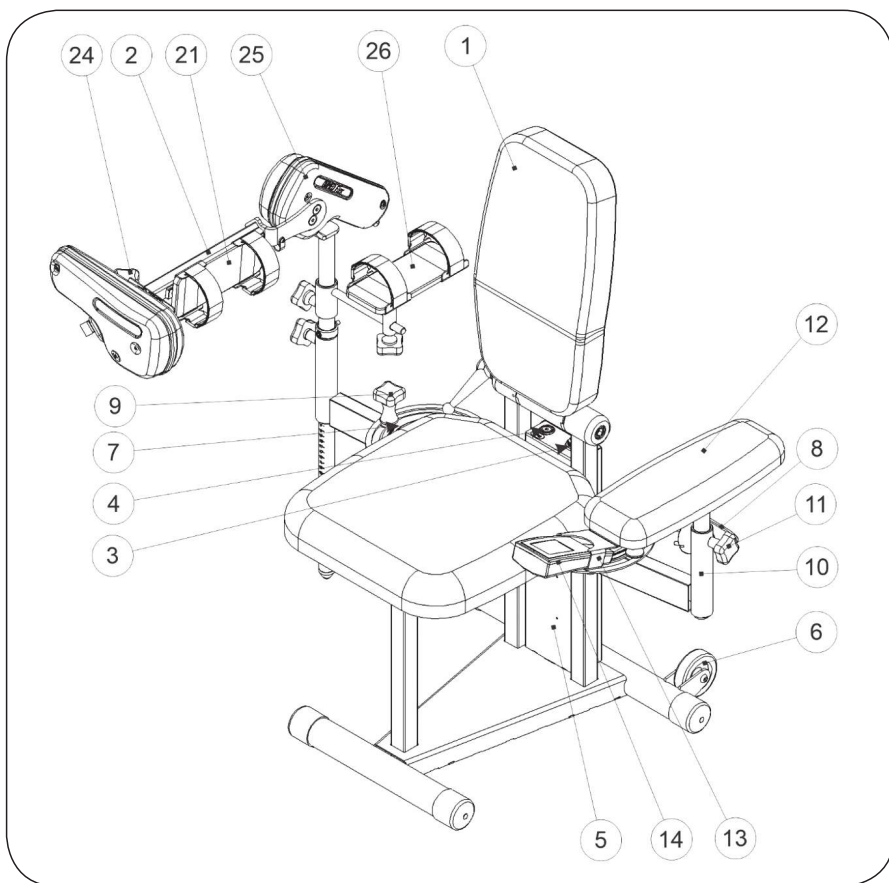

Рисунок 2.1 – Основные функциональные элементы Аппарата
6.2.1. Подключите вилку сетевого кабеля (8) в розетку переменного тока 220В 50Гц с заземляющим контактом (см. рис.2.1).